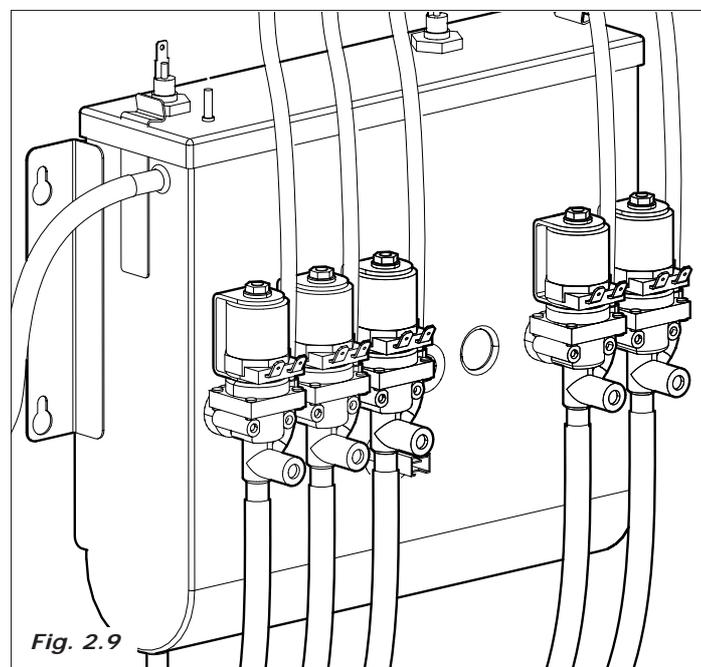
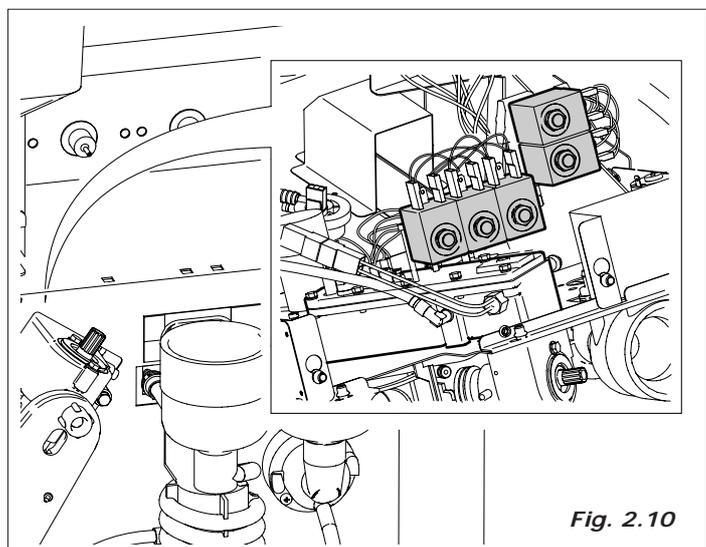

Fig. 2.9
Fig. 2.10
- La electroválvula fijada sobre la caldera solubles (Fig.2.9) o sobre la caldera café (Fig.2.10), se activa para cargar en la batidora la cantidad de agua programada.